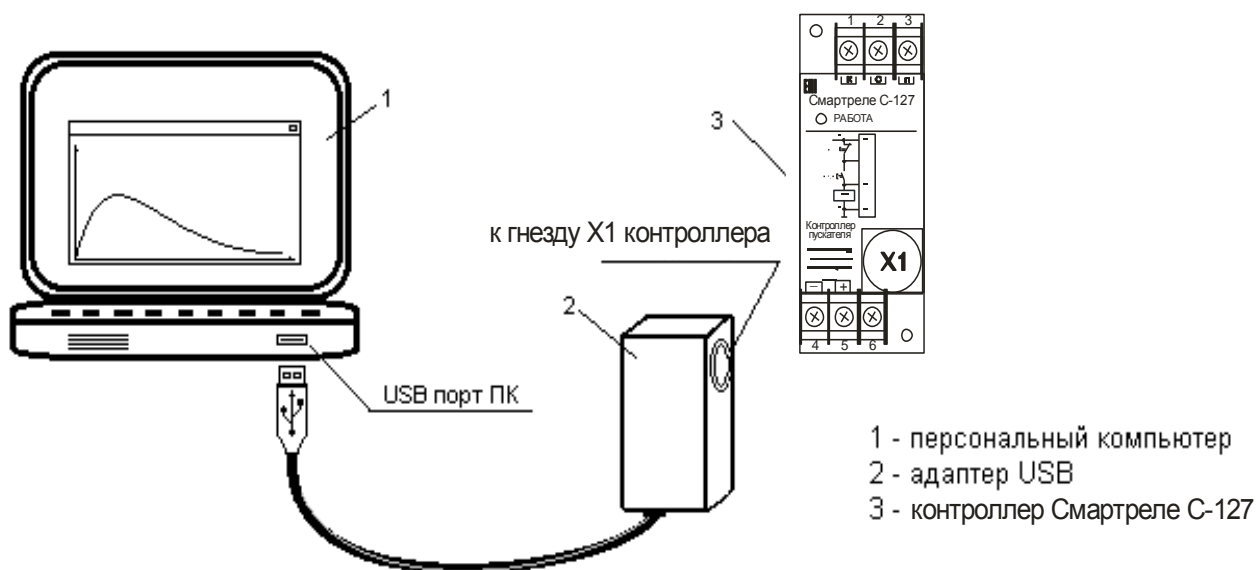

Рисунок 5 – подключение контроллера СМАРТРЕЛЕ C-127 к ПК при помощи адаптера USB
5.6 Режим работы контроллера программируется самим потребителем от персонального компьютера (ПК), соединяемого с контроллером посредством Адаптера USB (Рис.5), или с помощью пульта управления ПУ-04С.
- 2 - В открывшемся окне программы (рис.5) отображаются текущие настройки контроллера.